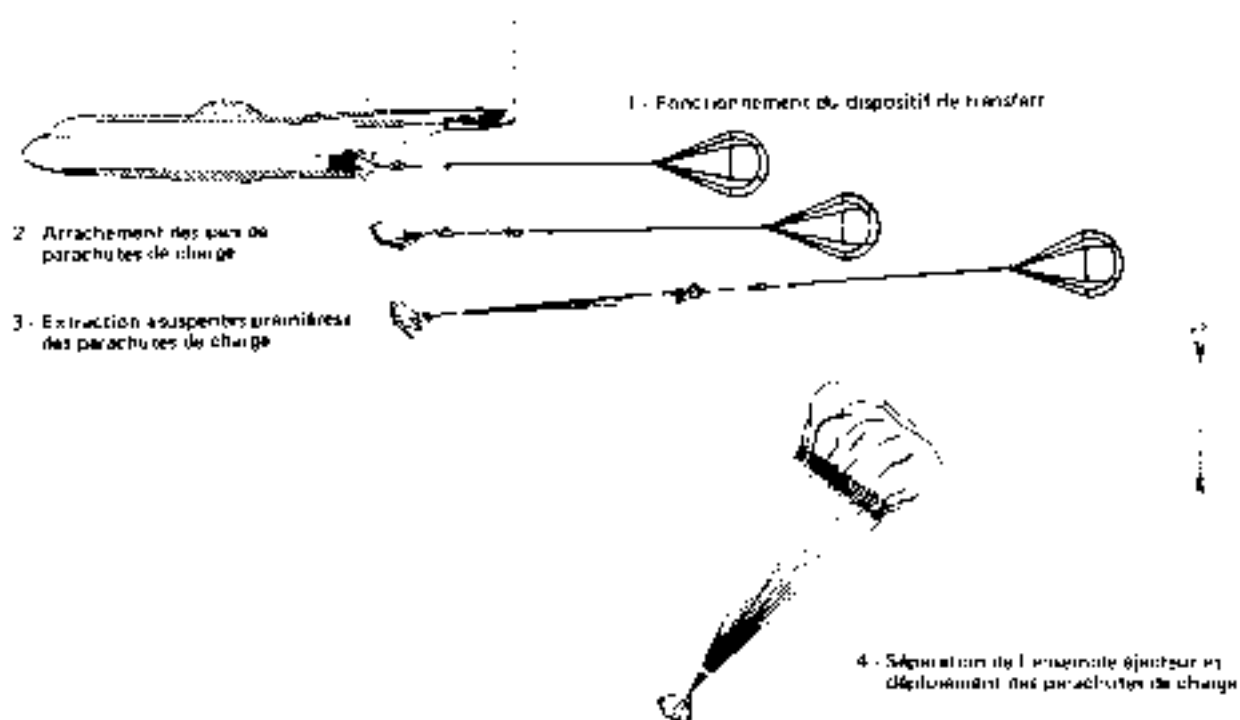

Fig. 2.11 – Fonctionnement – Transfert de traînée et extraction des parachutes de charge en largage classique
1. Lorsque l'arrière de la charge en mouvement parvient à la limite arrière de la rampe de chargement (fig. 2.11), le dispositif de transfert fonctionne et sépare la sangle de traction et la plate-forme.